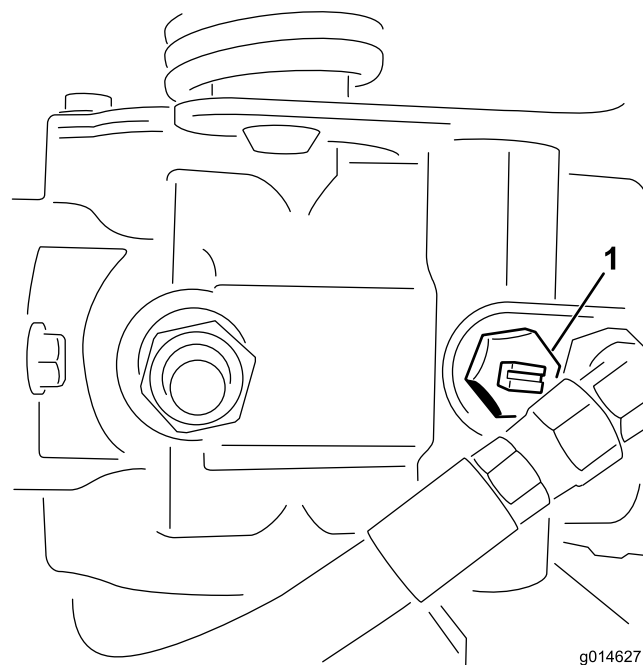

Figura 39
1. Localize a válvula de derivação na bomba e rode-a de forma a que a ranhura fique na vertical (Figura 39).
2. Antes de ligar o motor, feche a válvula de derivação rodando-a de forma a que a ranhura fique na horizontal (Figura 39). Não ligue o motor quando a válvula se encontrar aberta.